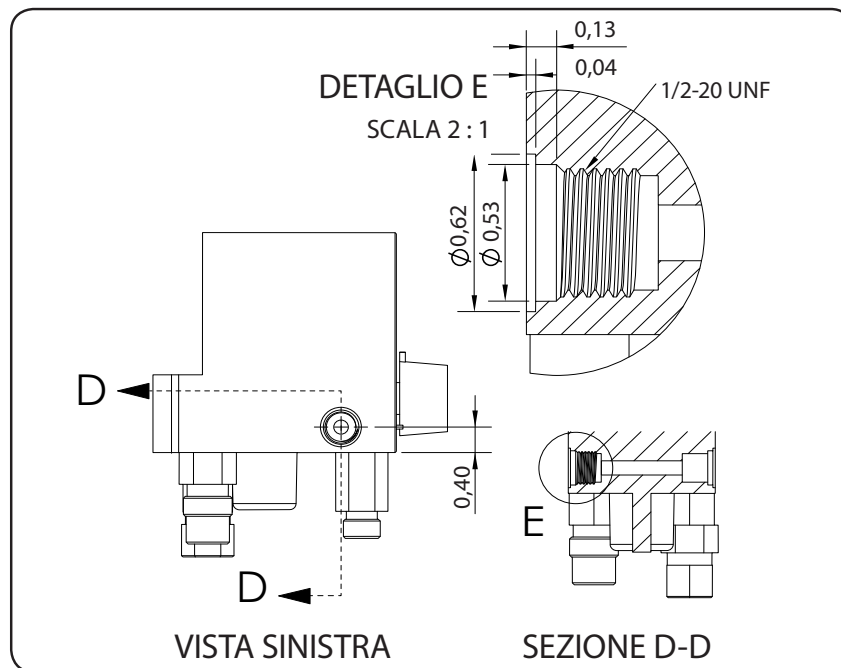

Figura 1: Dettagli sulla porta del miscelatore
3. Il miscelatore deve avere una porta di uscita primaria sul proprio lato sinistro delle dimensioni indicate in Figura 1 *(pagina successiva)*.